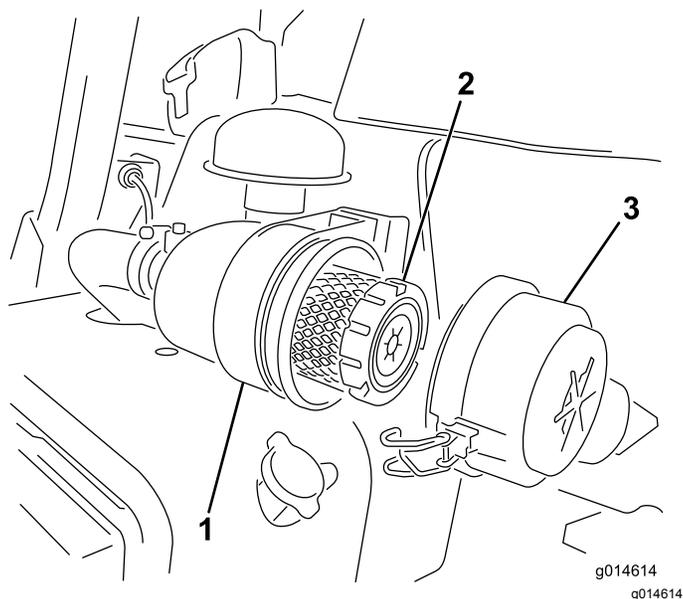

Рисунок 27
1. Отпустите защелки, фиксирующие крышку воздухоочистителя на его корпусе (Рисунок 27).
7. Зафиксируйте защелки (Рисунок 27).